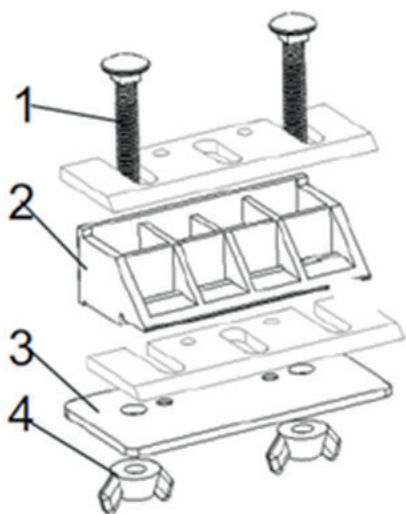

Рис.10
Для заточки ножей: установите оба ножа в корпус заточного устройства (3) закрепите ножи прижав их планкой (2) и затянув винт (4) заточите ножи, плавно перемещая заточное устройство по плоскости точильного бруска в продольном и поперечном направлении. Для заточки второго ножа, переверните ножи в заточном устройстве.(Рис.10)